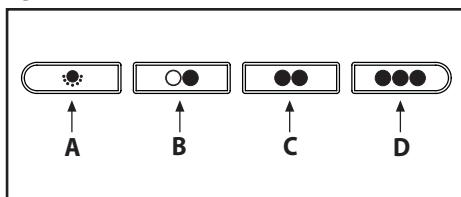

Fig.12
• **Comandi meccanici (Fig.12) :** la simbologia è di seguito riportata: